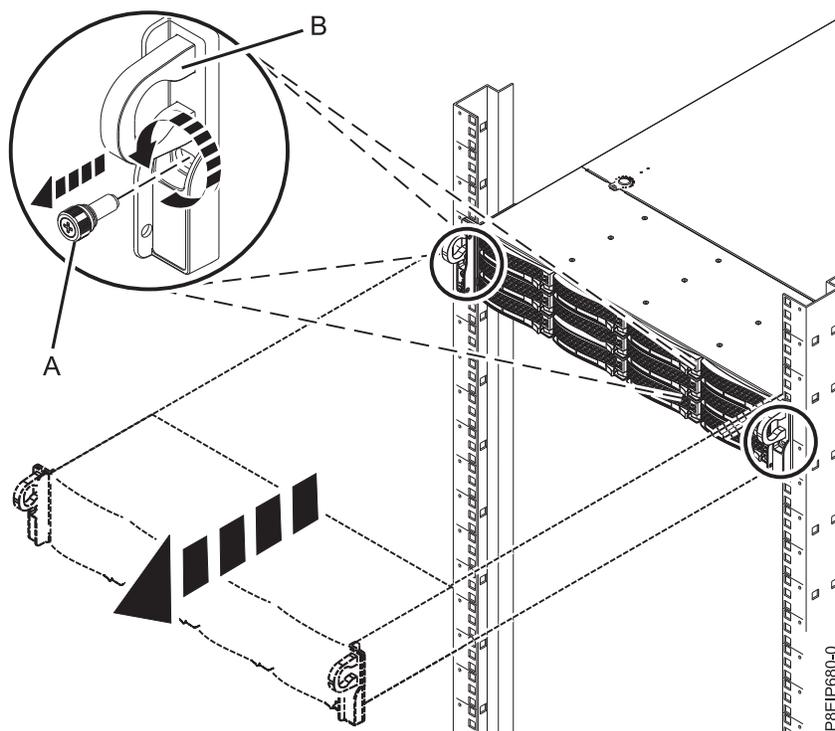

図 74. 前面のねじの取り外しとラックからのシステムの取り外し
3. システムの両側から、システムをラックに固定している前面のねじ (A) を取り外します (図 74 を参照)。